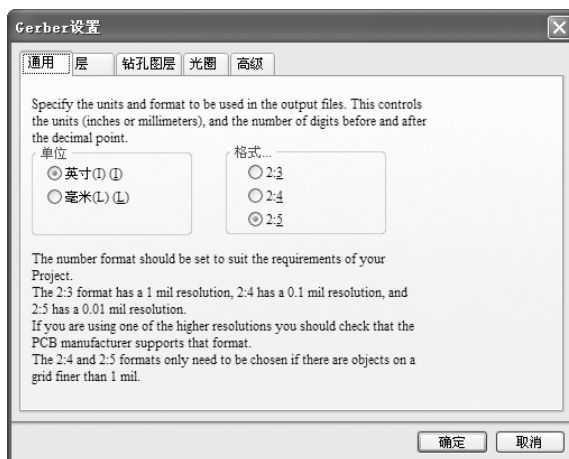
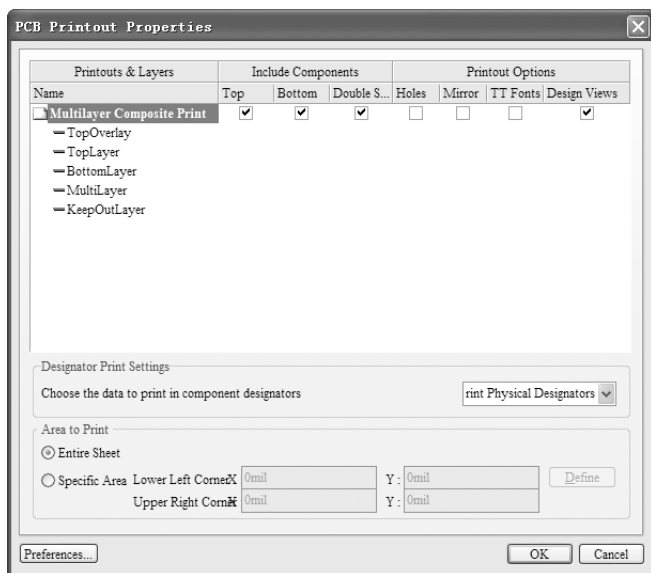
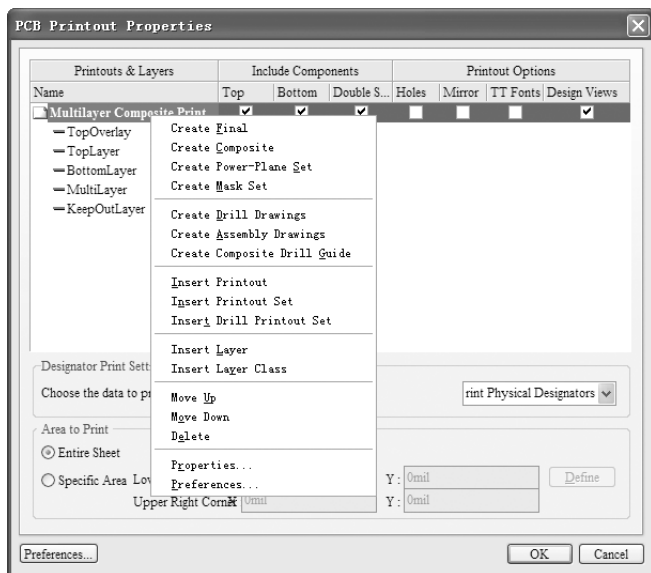
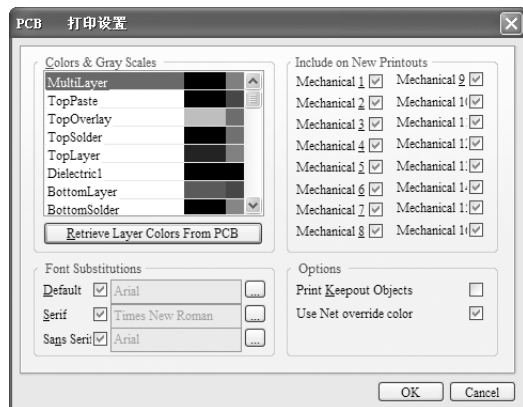

图 10-28 “Gerber 设置”对话框
图 10-42 “PCB Printout Properties” 对话框
图 10-43 右键快捷菜单
图 10-44 “PCB 打印设置”对话框
在 PCB 编辑器中，选择菜单栏中的“文件”→“制造输出”→“Gerber Files（Gerber 文件）”命令，系统将弹出如图 10-28 所示的“Gerber 设置”对话框。
5) 单击“高级”按钮，弹出如图 10-42 所示的“PCB Printout Properties”（PCB 图层打印输出属性）对话框。在该对话框中，显示了图 10-28 中 PCB 电路板图所用到的工作层。右键单击图 10-42 中需要的工作层，在弹出的右键快捷菜单中选择相应的命令，如图 10-43 所示，即可在进行打印时添加或者删除一个板层。
6) 在如图 10-42 所示的“PCB Printout Properties”（PCB 图层打印输出属性）对话框中，单击“Preferences”（参数）按钮，系统将弹出如图 10-44 所示的“PCB 打印设置”对话框，在该对话框中可以设置打印颜色、字体，设置完毕单击“OK”按钮，关闭对话框。